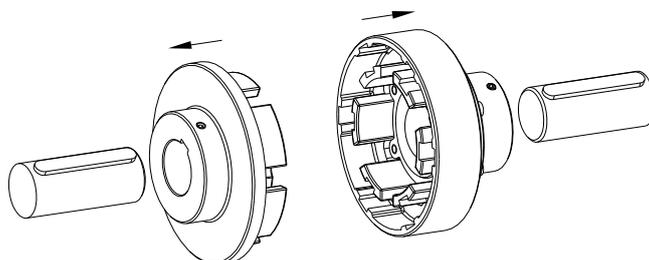

Figura 13: montaje de la sección de levas y manguito brida con el anillo de levas
- Monte la sección de levas y la brida con el anillo de levas del lado motor y conducido (ver figura 13).